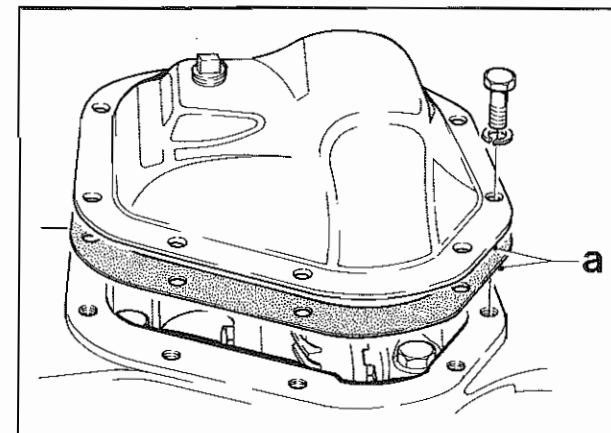

Fig. 31
2. Togliere il coperchio della scatola ponte e la guarnizione, che non deve più venire riutilizzata (A - **Fig. 31**).
2. Remove carrier cover and gasket - discard gasket (A - **Fig. 31**).